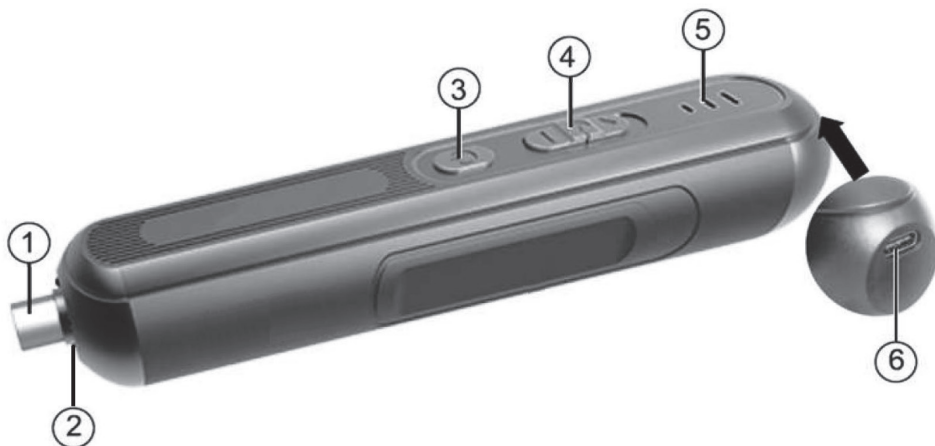
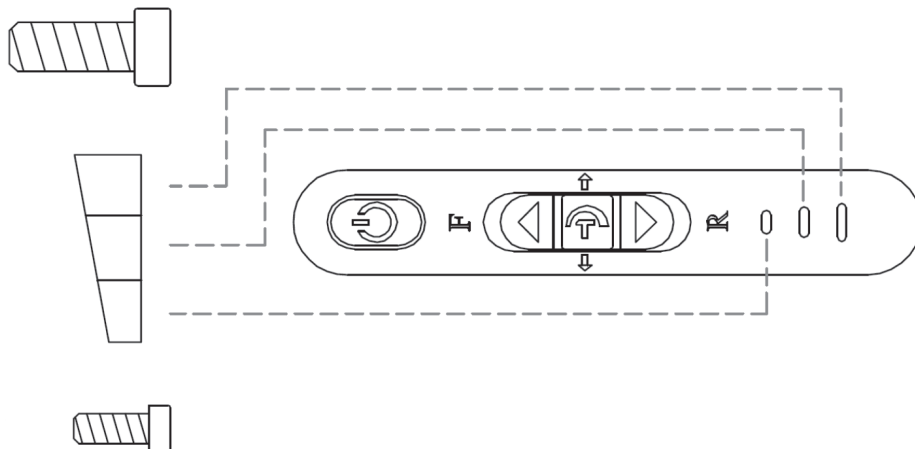

Рис. 1
Рис. 7
Вставьте разъем Type-C зарядного кабеля в разъем инструмента 6 (рис. 1). Разъем USB зарядного кабеля подключите к зарядному устройству и подключите зарядное устройство к электросети 230В/50Гц.
Для контроля уровня заряда инструмент оснащен светодиодным индикатором 5 (рис. 1).
Для включения инструмента переключателем 4 (рис. 1) выберите направление вращения патрона.
Для включения вращения патрона по часовой стрелке (закручивание) установите переключатель 4 (рис. 1) в положение (F) (рис. 3).
Для включения вращения патрона против часовой стрелки (откручивание) установите переключатель 4 (рис. 1) в положение (R) (рис. 4).
Нажмите на кнопку включения 3 (рис. 1, рис. 5) или надавите на патрон, как показано на рисунке 6, при достижении определенного давления на патрон, замкнется внутренний контакт выключателя и патрон начнет вращаться.
Для регулировки крутящего момента установите переключатель 4 (рис. 1) в среднее положение (рис. 7). Однократно нажимайте на кнопку включения 3 (рис. 1, рис. 5) или надавливайте на патрон, как показано на рисунке 6. Есть три положения регулировки крутящего момента. Каждое нажатие на кнопку включения (рис. 5) или на патрон (рис. 6) переключает крутящий момент на следующий уровень. Светодиодные индикаторы 5 (рис. 1, рис. 7) показывают установленный крутящий момент:
Для проверки заряда аккумуляторной батареи нажмите на кнопку 3 (рис. 1, рис. 5) или надавите на патрон (рис. 6), когда переключатель 4 (рис. 1) установлен в положении (F) или (R). Или переместите переключатель 4 (рис. 1) в положение (F) или (R). Светодиодные индикаторы покажут заряд аккумуляторной батареи.
Инструмент оснащен светодиодной подсветкой 2 (рис. 1), которая активируется каждый раз при нажатии на кнопку 3 (рис. 1, рис. 5) или при нажатии на патрон (рис. 6). Луч света направлен на рабочую зону и освещает ее при недостаточном освещении.